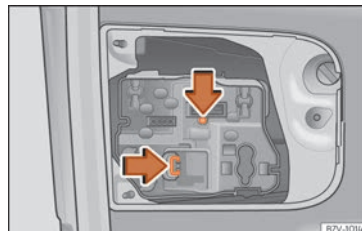

Fig. 114 Nel portellone posteriore: rimuovere il portalampada.
4. Premere le linguette di bloccaggio nella direzione indicata dalla freccia » fig. 114 ed estrarre il portalampada.